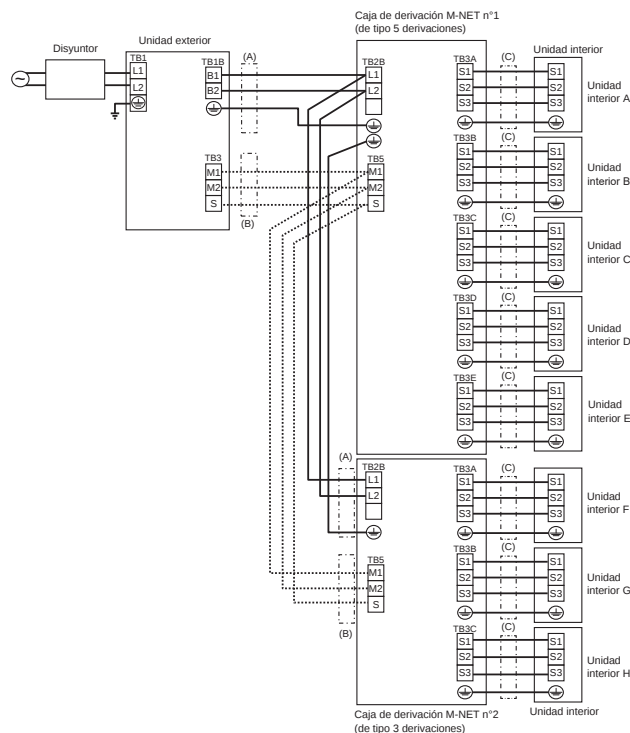

Fig. 8-9
- Conecte firmemente cada cable al bloque de terminales pertinente. (Fig. 8-9)
8.4. Procedimiento de cableado exterior (Fig. 8-9)